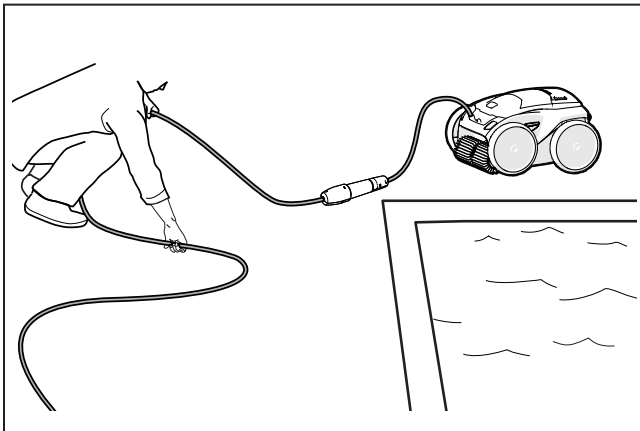

Figure 24. Démêler le câble flottant
2. En commençant par la tête du nettoyeur, démêlez tous les enchevêtrements du câble (Figure 24). Posez le câble au soleil pour libérer toute mémoire enchevêtrée.